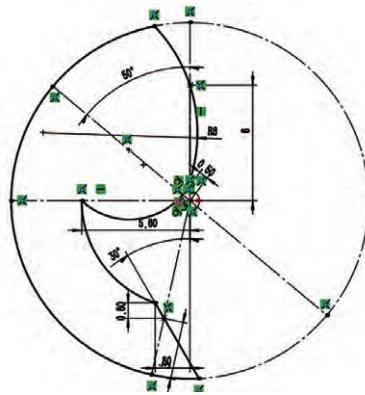

图 20
(15) 此时草图完全定义, 使用“草图合法性”工具检查正确性, 检查无问题退出草图绘制 (图 20)。